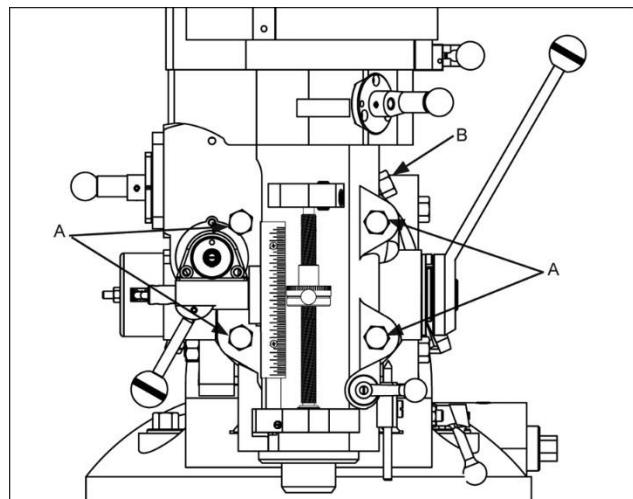

Рисунок 16
- Ослабьте четыре больших шестиграных гайки, закрепляющих фрезерную головку на переходнике подвижной консоли станка (см. рис. 16). Достаточно повернуть гайки на четверть оборота, чтобы сдвинуть головку.
- Поверните накидную гайку (В, Рис. 16) чтобы повернуть фрезерную головку влево или вправо на требуемый угол. Для установки головки под нужным углом пользуйтесь шкалой, расположенной на переходнике консоли.